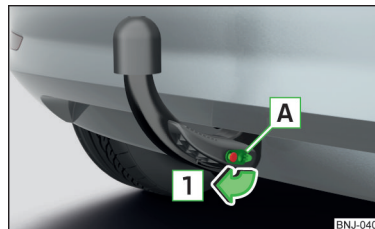

Abb. 239
- Die Kappe **A** vom Schloss in Pfeilrichtung **1** » Abb. 239 abnehmen.